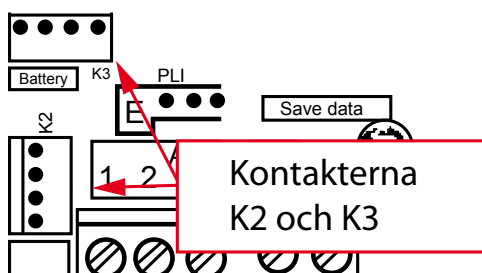

Fig 1, Kopplingsplint F4
3. Gör mätaren spänningslös genom att koppla ur de fyrpoliga kontakterna K2 och K3, se fig.1.